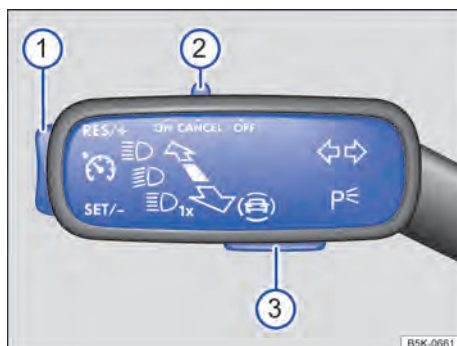

Fig. 146 À esquerda na coluna de direção: interruptores e botões do GRA.
— Empurrar o interruptor → Fig. 146 (1) para a posição **ON**.
- Durante a condução, pressionar o botão → Fig. 146 ① na área **SET/-**.
A velocidade salva pode ser ajustada através do botão → Fig. 146 ①, enquanto o GRA regula:
Para alterar continuamente a velocidade salva, manter o botão → Fig. 146 ① pressionado. O veículo adapta a velocidade atual acelerando ou reduzindo a velocidade. O veículo não freia ativamente.
- Empurrar o interruptor → Fig. 146 ② para a posição **CANCEL** ou pisar no pedal do freio.
- Pressionar o botão → Fig. 146 ① na área **RES/+**.
- Empurrar o interruptor → Fig. 146 ② para a posição **OFF**.
1. Pressionar o botão → Fig. 146 ③.